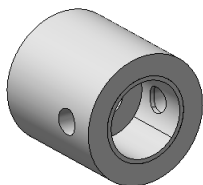
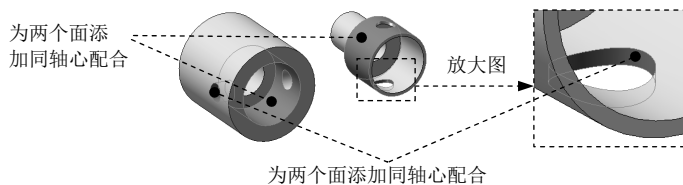

图 7.12.3 装配练习 2
图 7.12.4 组件装配 2
2. 将 D:\sw18.1\work\ch07.12.02 文件夹中的零件 bush\_bracket.SLDPRT 和 bush\_bush.SLDPRT 装配起来, 结果如图 7.12.3 所示; 装配配合如图 7.12.4 所示。